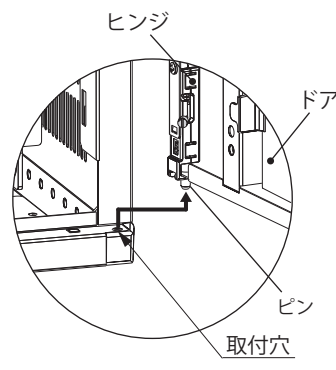

図 10 下部
2. ドア全体を斜め上に持ち上げ、ドアを取り外してください。(図 10)